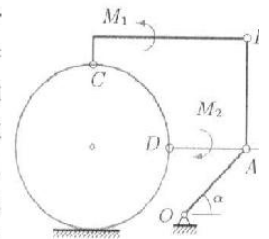

Рис. 4
**Задача 4.** Механизм с идеальными стационарными связями находится в равновесии под действием силы  $F$  и моментов  $M_1 = 10$  Нм,  $M_2 = 11$  Нм. Длины звеньев  $OA = 4\sqrt{2}$  м,  $AB = 6$  м,  $AD = 5$  м, угол  $\alpha = 45^\circ$ . Стержни  $AD$  — горизонтальный,  $AB$  — вертикальный. Уголок  $CB$  изогнут под прямым углом, длинная сторона его горизонтальна. Диск радиуса  $R = 5$  м касается горизонтальной поверхности без проскальзывания (рис. 4). Вес стержней и диска не учитывать. Найти величину  $F$ .